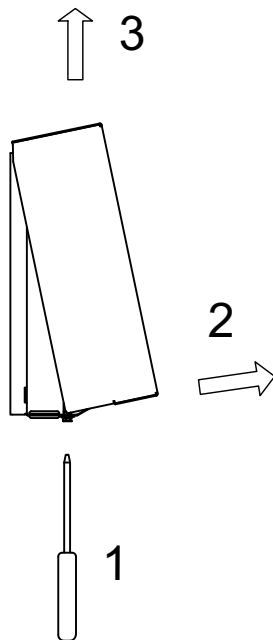

Abb. 3.2: Abdeckung öffnen
- Abdeckung Regler öffnen (Abb. 3.2 auf S. 3)